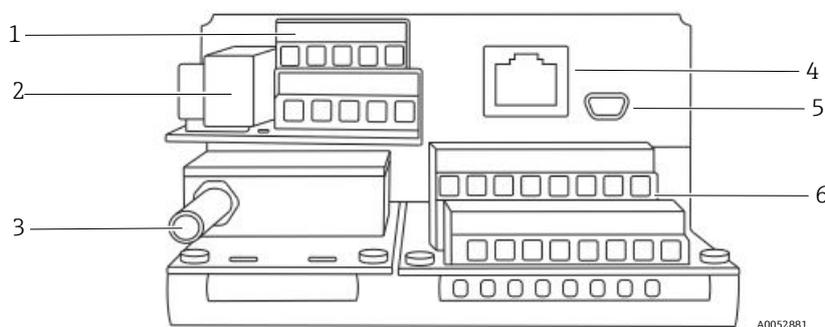

Figure 9. Connexions de l'analyseur
Le câble d'oxygène à fibre optique vers le connecteur SMA, situé en bas de l'OXY5500, est installé en usine. Des connecteurs supplémentaires sont disponibles, comme illustré dans la figure 9.
5. Raccorder les fils de sortie IOUT1/IOUT2 de la boucle de courant 4-20 mA aux bornes 6 et 8, comme indiqué dans la figure 9 et le tableau.